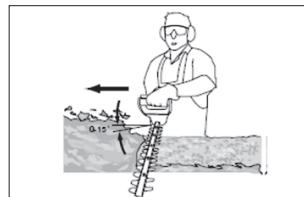

Рис.2
5. После обрезки боков приступайте к вершине. Страйтесь держать режущее устройство под углом примерно 15° к режущей поверхности (рис. 2).